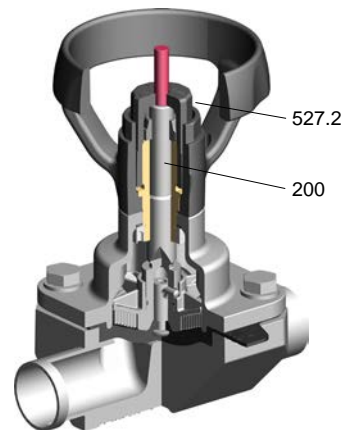

Figura 8: SISTO-C HV.510/.520
1. Colocar la válvula en la posición deseada, ajustar el casquillo de ajuste [527.2] girando a la derecha hasta que toque el vástago [200] (ver la figura 8).